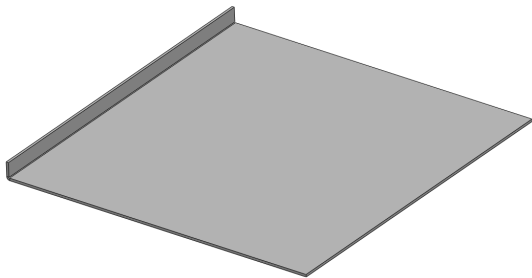

图 13-53 创建边线法兰特征
(6) 单击【确定】按钮，创建边线法兰特征，如图 13-53 所示。